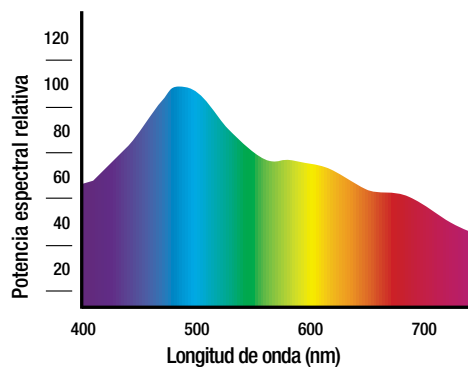

Figura 12 Luz solar (Iluminante estándar D65/10°)
- D65 — luz solar (Figura 12) y